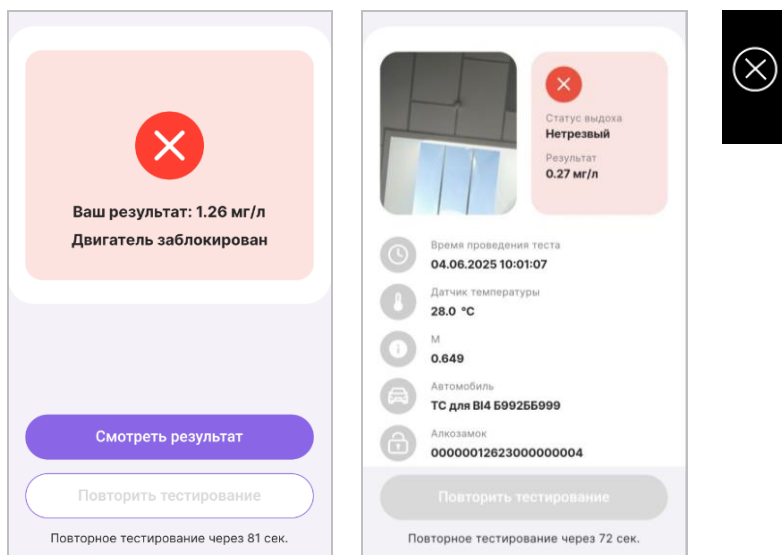

Рис.22
2.4.4.3.6 В случае превышения порога паров этанола в выдыхаемом воздухе – отрицательного результата, на экране МПО отобразится уведомление «Двигатель заблокирован» значение содержания паров этанола в мг/л, а на дисплее анализатора – отрицательный результат (Рис.22), подается звуковой сигнал.